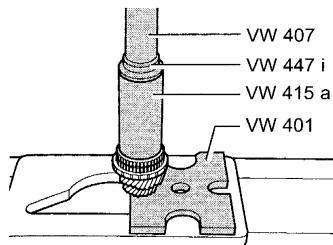

图 12-80 压入 3、4 挡同步器体
- (11)压入第 3 和第 4 挡同步器体时应使用专用工具并按图 12-80 所示操作。